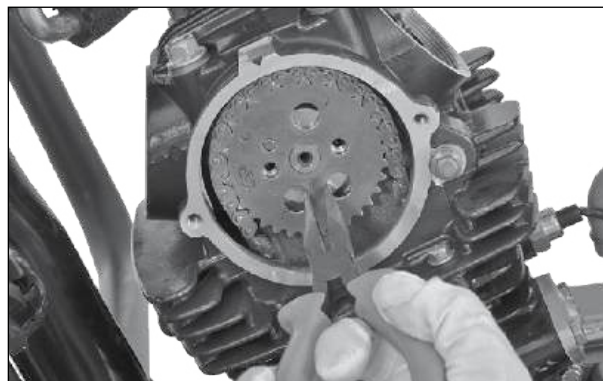

Fig. 3.44
- Em seguida, remova a engrenagem da árvore do comando junto com a corrente de distribuição do conjunto da árvore de comando. (Fig. 3.44)